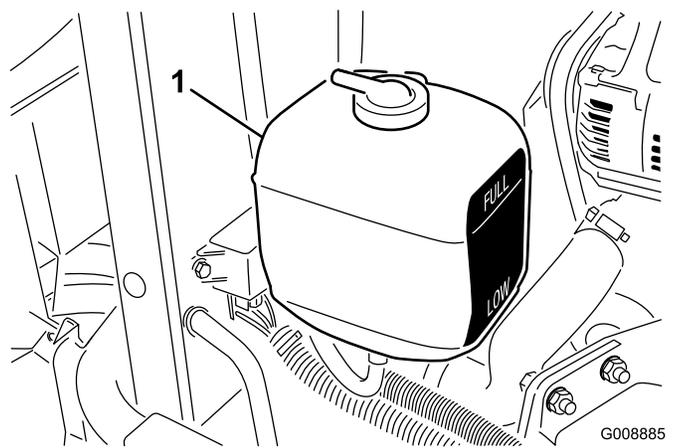

図 29
- 補助タンクの冷却水量を点検する(図 29)。エンジンが冷えた状態で、タンク側面についている本の線の間であれば適切である。